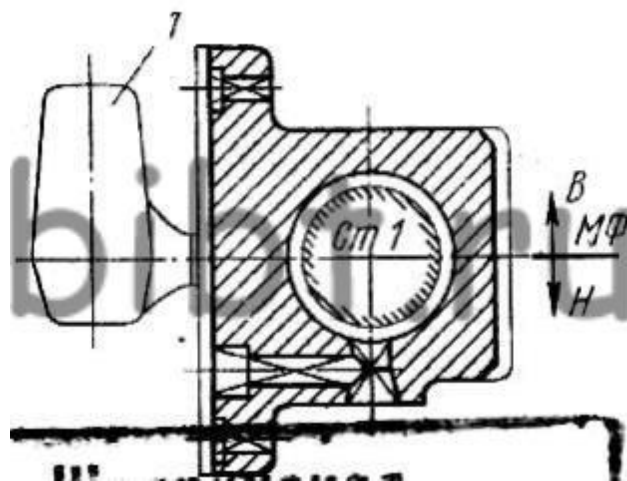

Рисунок 6 Графическое изображение технического решения
7. Прибыли располагать над массивными частями отливок или размещать около них боковые питающие бобышки 1 (см. рисунок 6).